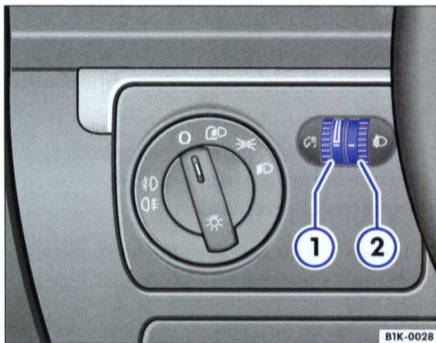

Fig. 35 Détail du tableau de bord : molettes du rhéostat d'éclairage des cadrans et des commandes et du réglage du site des projecteurs
Lorsque l'éclairage est allumé, la luminosité du rhéostat d'éclairage des cadrans et des commandes peut être réglée en continu en tournant la molette ⇒ fig. 35 ①.